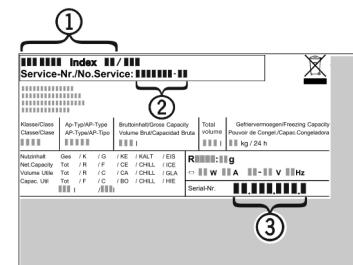

Fig. 14
- ▶ Назва пристрою Fig. 14 (1), сервісний номер Fig. 14 (2) та серійний номер Fig. 14 (3) вказані на табличці типів. Табличка типів знаходитьться всередині пристрою, зліва.
- ▶ Повідомте сервісну службу про характер неполадки, назву пристрою Fig. 14 (1), сервісний номер Fig. 14 (2) та серійний номер Fig. 14 (3).